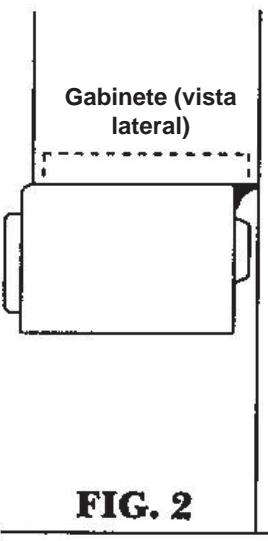
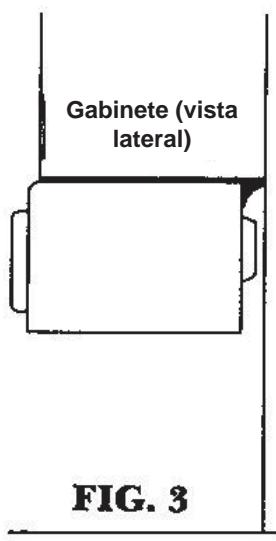

FIG. 2
FIG. 3
- Este método es para realizar el montaje del horno microondas debajo del gabinete (Fig. 2, 3, 4, 5, 6) y utiliza la plantilla, las cuerdas de montaje dentro del gabinete, soportes traseros (de ser necesarios), y un conjunto de tornillos.
- Una instalación nivelada, como se muestra en la Fig. 5, depende de la profundidad del horno microondas y del gabinete. El horno microondas se podrá extender más allá de la superficie frontal o del gabinete, como se muestra en la Fig. 2 y Fig. 3.